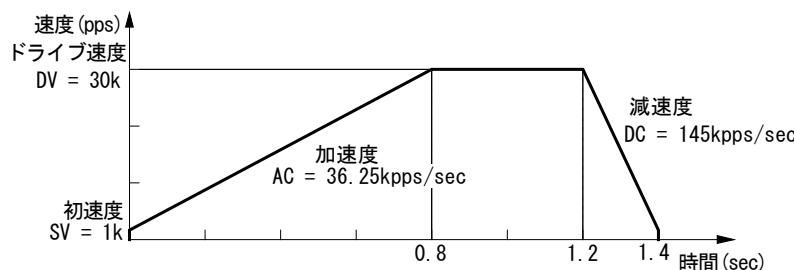
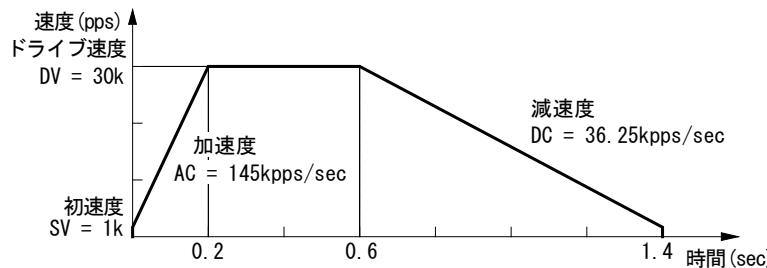

図 2.2-6 非対称直線加減速ドライブ（加速度 < 減速度）
図 2.2-7 非対称直線加減速ドライブ（加速度 > 減速度）
本 IC は、このように加速度と減速度の異なる非対称直線加減速の定量パルスドライブにおいても、自動減速を行うことができます。あらかじめ計算によってマニュアル減速点を設定しておく必要はありません。図 2.2-6 は、加速度より減速度が大きい例、図 2.2-7 は減速度より加速度が大きい例です。このような非対称の直線加減速においても、定量パルスドライブの出力パルス数と、各速度パラメータ値から自動減速開始点を IC 内部で算出します。
- 非対称直線自動加減速ドライブにおいて、加速度 > 減速度(図 2.2-7)の場合、加速度と減速度の比率に次の条件があります。また、この場合はドライブ速度を4Mpps 以下で使用してください。
- 非対称直線自動加減速ドライブにおいて、加速度 > 減速度(図 2.2-7)の場合、加速度 AC と減速度 DC の比率が大きくなればなるほど引き摺りパルスが多くなります(AC/DC = 10 倍で最大 10 パルス程度)。引き摺りパルスが問題になる場合には、初速度を上げる、加速カウンタオフセットにマイナス値をセットする、等で対処します。
前記、図 2.2-6 に示す非対称直線自動加減速(加速度 < 減速度)相対位置ドライブのパラメータ設定は、以下のようになります。